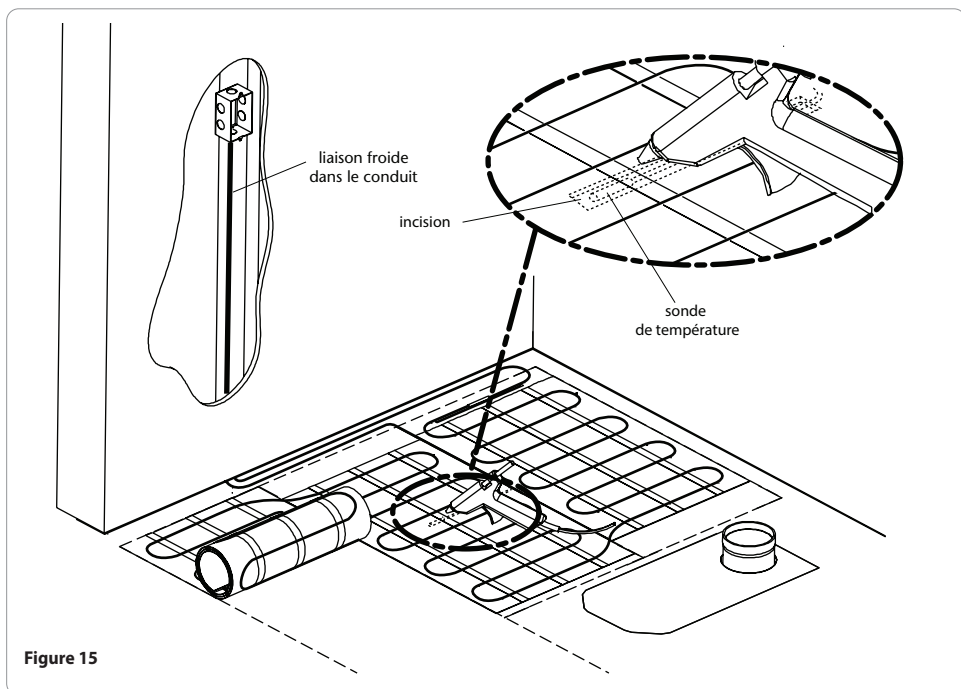

Figure 15
- Coller la sonde au sous-plancher (figure 15). Celle-ci doit être solidement fixée au sous-plancher afin de rester en place au moment de verser le ciment ou autre liant équivalent (colle à base de ciment, colle à céramique, ciment autonivelant).